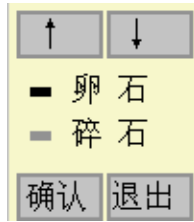

图 4.5 骨料类型
6. 骨料：被测混凝土中所用的骨料的类型，分为碎石和卵石两种，骨料类型不同，对应的强度推定公式中的 a、b、c 系数不同。用户按确认键，弹出图 4.5 所示的界面，、键移动光标选择，键选中骨料类型。